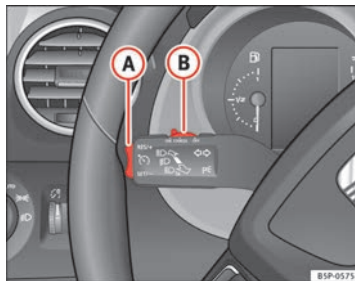

Fig. 156 Levier des cli-gnotants et des feux de route : commande et touche basculante pour régulateur de vitesse
- Lorsque le levier (B) est déplacé dans la position **CANCEL** sans passer par la position **OFF**. Une fois l'opération **CANCEL** réalisée, le levier revient dans sa position de départ après relâchement.
Pour récupérer le régulateur, levez le pied de la pédale de frein ou d'embrayage ou réduisez la vitesse en-dessous de 180 km/h (112 mph) et appuyez une fois sur la partie supérieure de la commande à bascule **RES/+** ⇒ fig. 156 (A).
⇒ **fig. 156** vers la butée de droite (OFF encastré), ou quand le véhicule est arrêté, en déconnectant l'allumage.